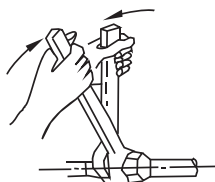

Fig.8-2
- Colocar la tubería de conexión en la posición correcta, girar las tuercas con las manos y luego ajustarlas con una llave. (Ver Fig. 8-2).